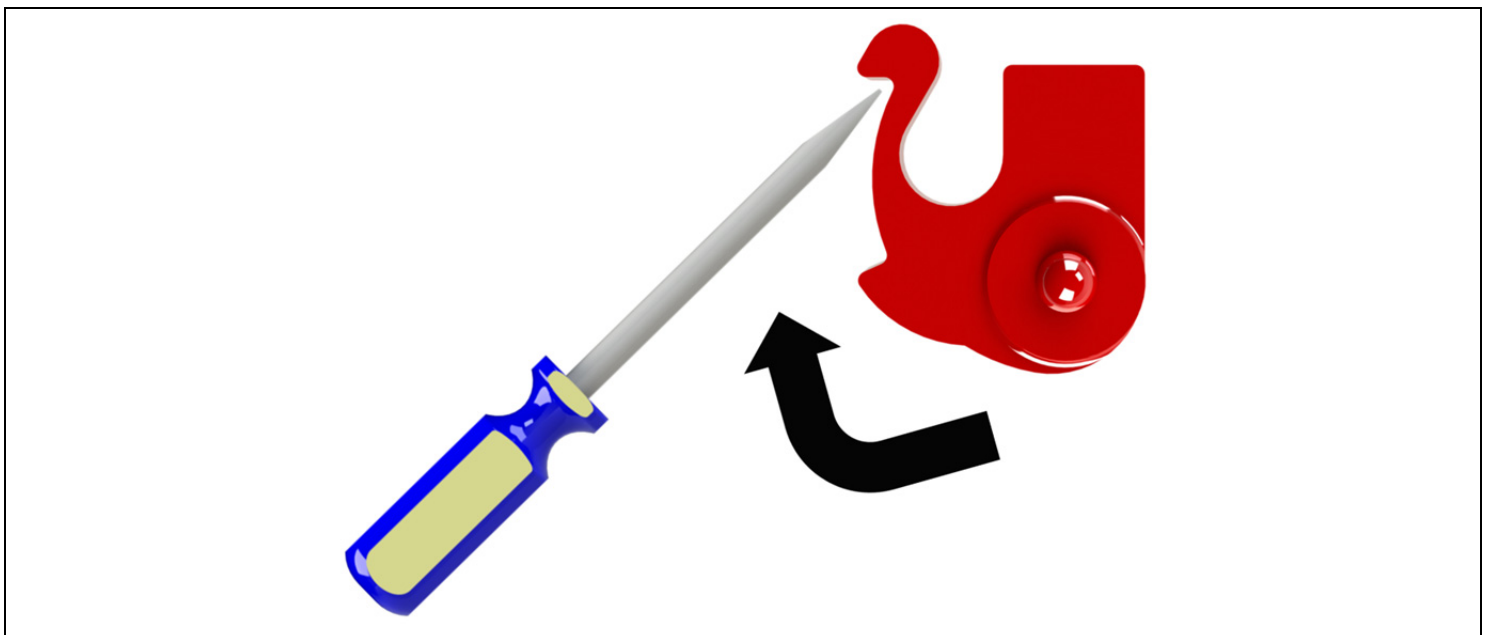

Figura 28. Paso 5 de Desmontaje
5. Localice los clips de los cojinetes en ambos extremos del eje de transmisión. Inserte la punta de un destornillador de cabeza plana en la muesca que se indica en la *Figura 28* a continuación. Haciendo presión hacia adentro sobre el brazo del clip del cojinete, gire el clip en el sentido de las agujas del reloj.